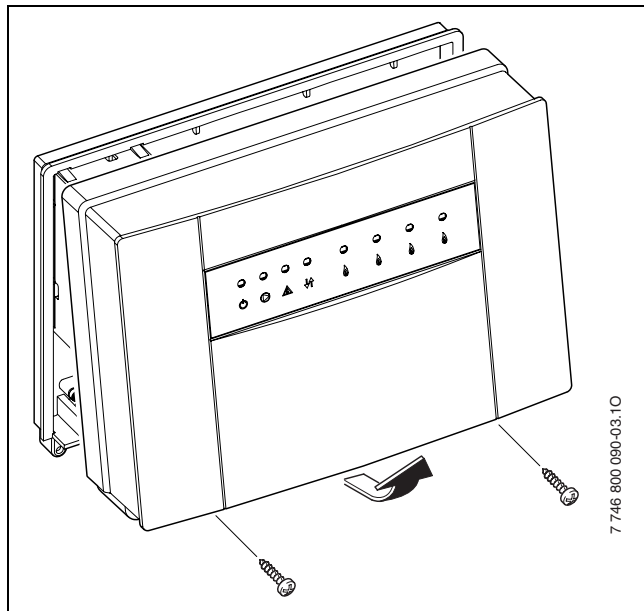

Fig. 7 Retirer le couvercle
- ▶ Desserrer les 2 vis situées en bas du module ICM, tirer le couvercle simultanément vers le bas et l'avant et le retirer par le haut (→ fig. 7).
- ▶ Ouvrir le carter du module maître ICM (→ fig. 7, page 30).